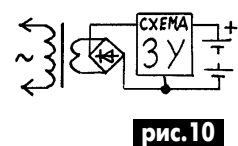

рис.10
8. При зарядке аккумуляторов наилучший результат получен при использовании зарядного устройства (ЗУ), в котором совсем нет пульсаций тока или они ничтожно малы. Стабильный ток дают импульсные ШИМ (широтно-импульсная модуляция) и трехфазные ЗУ. Наихудший результат наблюдается при эксплуатации типовых ЗУ (рис.10), которые дают пульсирующий ток. Явление плохого заряда типовыми ЗУ, по видимому, объясняется неравномерной способностью поверхности пластин к заряду-разряду. Участки с плохой способностью совсем не заряжаются в начале и в конце каждой полуволны периода выпрямленного тока. Затем зарядившиеся участки просто разряжаются через эти слабые фрагменты пластин и аккумулятор быстро приходит в негодность. Рекомендуем использовать 3-фазные ЗУ автомобилей или konstruировать ЗУ, лишённые амплитудных пульсаций зарядящего тока.
9. При использовании типовых ЗУ (рис.10) встречается такая неприятность. Зарядить